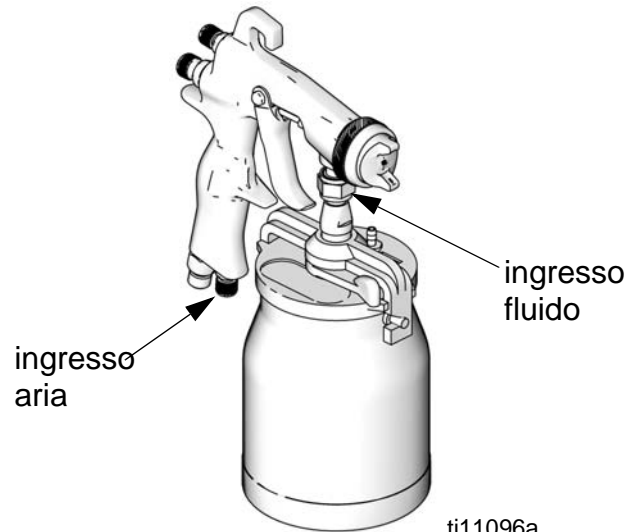

FIG. 1
4. Collegare un'alimentazione di aria filtrata, secca e pulita al raccordo di ingresso dell'aria. Vedere FIG. 1.